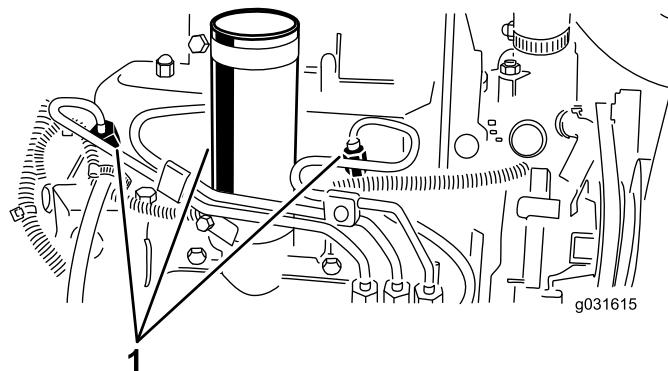

Рисунок 54
1. Ослабьте соединение трубы к соплу № 1 и держателю в сборе (Рисунок 54).